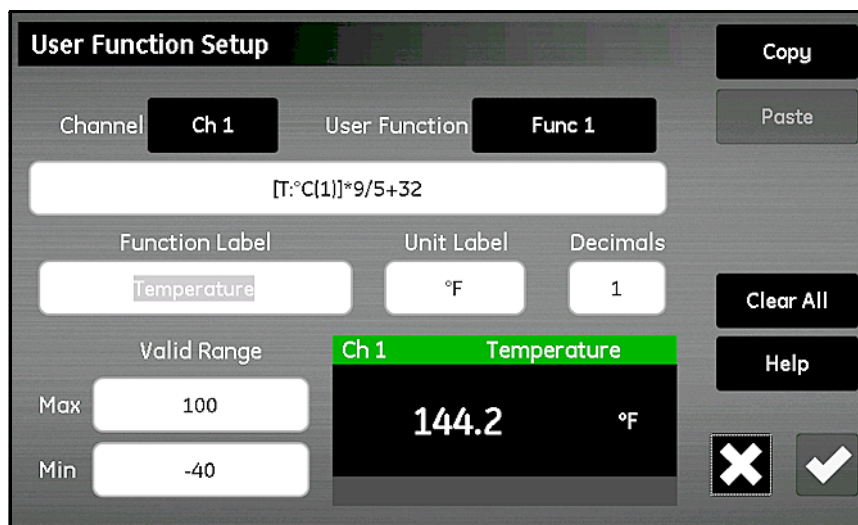

Figura 60: La schermata Configurazione funzione utente
1. Toccare il pulsante **Funzione utente** nella schermata *menu Configurazione* (*Figura 52 a pagina 57*) per aprire la schermata *Configurazione funzione utente* (*Figura 60*).